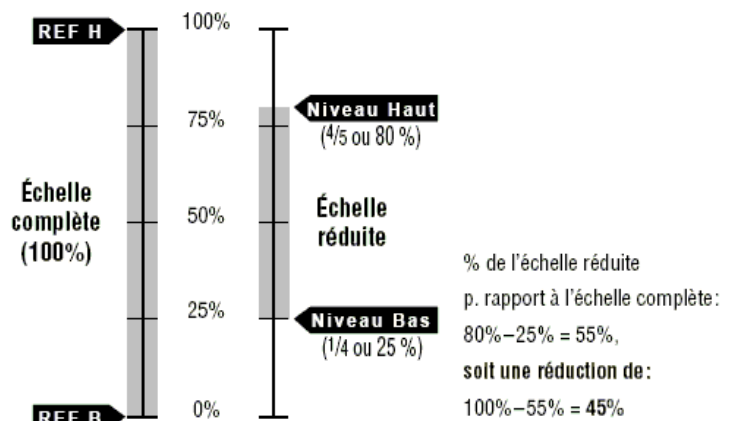

Figure 16
**Exemple :** Pour modifier un réglage de façon que NIVEAU BAS (0 %) corresponde à un plongeur immergé au 1/4 de la hauteur (soit 25 %) et que NIVEAU HAUT (100 %) corresponde à un plongeur immergé au 4/5 de sa hauteur (soit 80 %), régler le décalage de zéro à 25 % et la réduction d'échelle à 45 %. Voir schéma Figure 16.